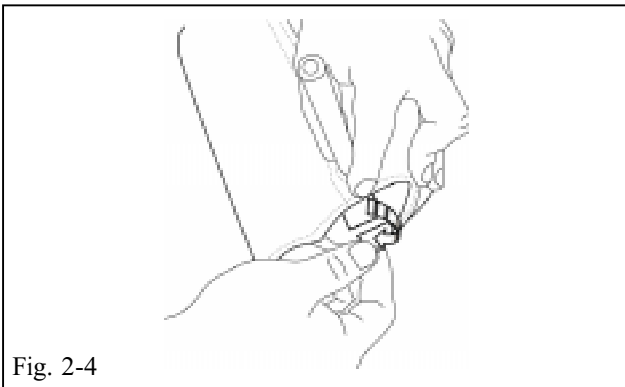

Fig. 2-4
- (d) Velcro the end of the headrest together (Fig. 2-4.)